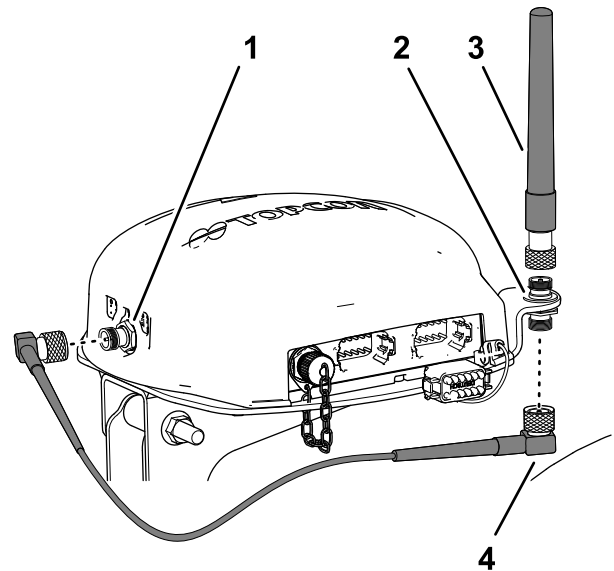

Figura 160
- Monte a antena RTK na união superior do acoplador coaxial e aperte a porca serrilhada da antena à mão (Figura 160).
- Monte sem apertar o cabo da antena na união inferior do acoplador coaxial (Figura 160).
- Passo o cabo pela traseira do recetor de navegação para o conector coaxial do modem celular CDMA ou GSM (Figura 160).
- Monte o cabo da antena no conector coaxial do modem celular CDMA ou GSM (Figura 160).